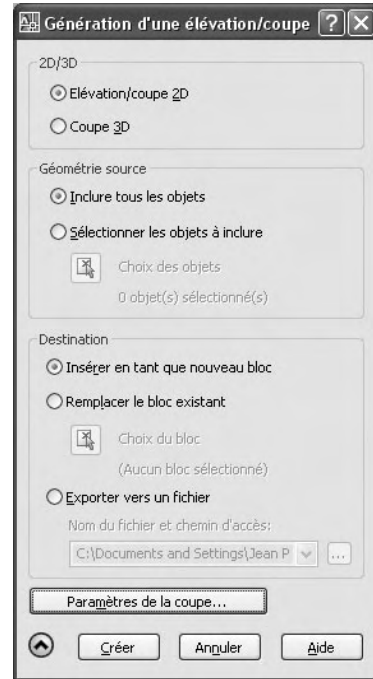

Fig.8.17
- 2 Dans la boîte de dialogue **Génération d'une élévation/coupe** (Generate Section/Elevation), cliquez sur **Élévation/coupe 2D** (2D Section/Elevation) ou **Coupe 3D** (3D Section) (fig.8.17).